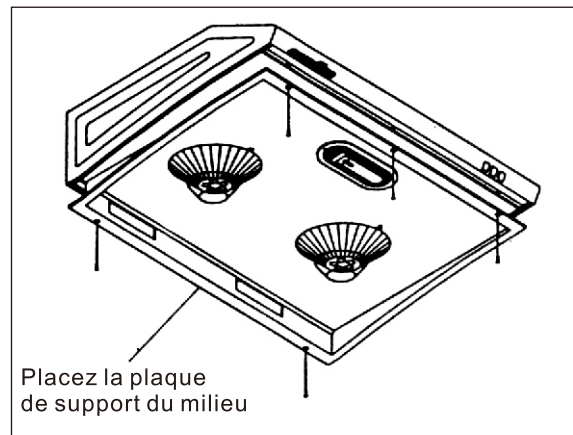

Fig. 15 Plaque de support du milieu
12. Remplacez le couvercle de filage et la plaque de support du milieu. (Fig. 15)